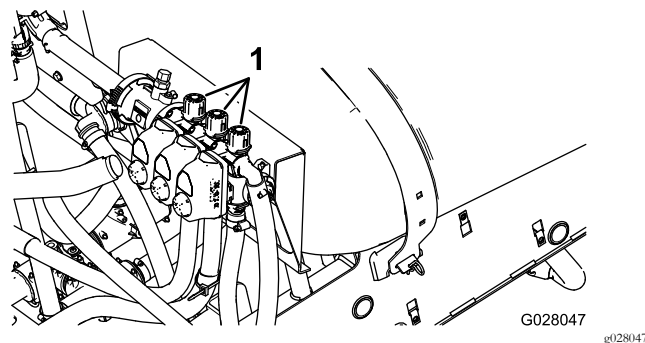

Рисунок 107
11. Выключите левую стрелу и с помощью регулировочной ручки перепуска стрелы (Рисунок 107) установите давление на предварительно отрегулированный уровень (обычно 2,75 бара).
13. С помощью регулировочной ручки перепуска правой стрелы (Рисунок 107) установите давление на предварительно отрегулированный уровень (обычно 2,75 бара).
15. С помощью регулировочной ручки перепуска средней стрелы (Рисунок 107) установите давление на предварительно отрегулированный уровень (обычно 2,75 бара).